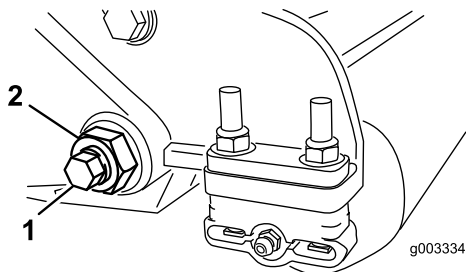
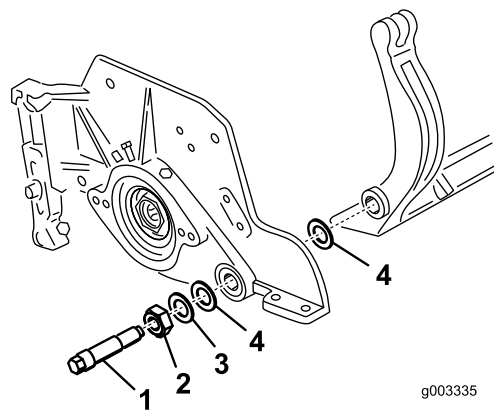

Figura 30
Figura 31
- Desaperte a porca de bloqueio que segura a cavilha da barra de apoio, em cada um dos lados da máquina (Figura 30).
- Remova cada uma das cavilhas da barra de apoio, de modo a permitir puxá-la e retirá-la da máquina (Figura 30). Guarde as duas anilhas de nylon e a anilha de aço prensado de cada uma das extremidades da barra de apoio (Figura 31).
- Fixe a barra de apoio a cada um dos lados da placa lateral com as cavilhas (porcas flangeadas nas cavilhas) e com as 6 arruelas. Deve colocar uma anilha de nylon em cada um dos lados da placa lateral. Coloque uma arruela de aço no exterior de cada uma das arruelas de nylon (Figura 31). Aperte os parafusos com 27-45 Nm. Aperte as porcas até que a anilha de aço exterior pare de rodar e a folga seja removida, mas não aperte em demasiado nem desvie as placas laterais. As arruelas podem ter uma folga interna.